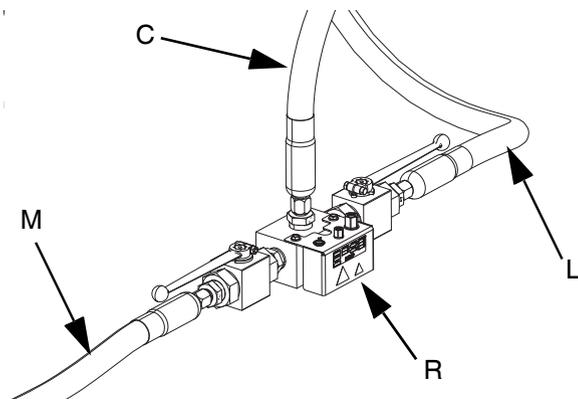

FIG. 19
- c. Ligue a mangueira em tandem 1 (L) e a mangueira em tandem 2 (M) do sistema de abastecimento ao bloco de tandem (R). Consulte a FIG. 19.
- d. Ligue a mangueira de abastecimento 1(C) ao bloco de tandem (R). Consulte a FIG. 19.